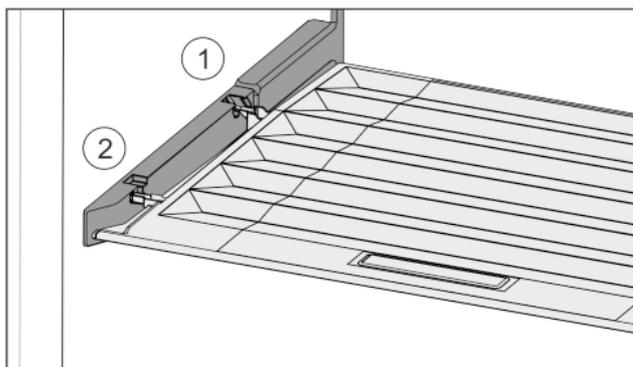

Fig. 33
- ▶ Výstupky veka zaveďte cez otvor zadného držiaka Fig. 33 (1) a zaistite vpredu v držiaku Fig. 33 (2).